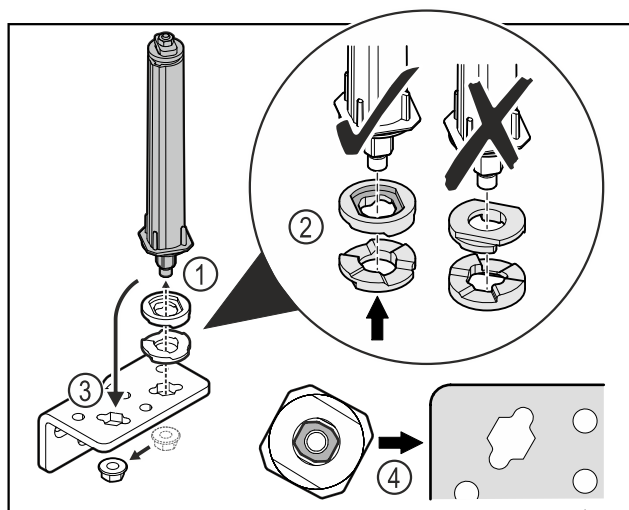

Fig. 33
- Povolte matici a odstraňte uzavírací systém dvířek Fig. 33 (1).
- Dbejte na správné vyrovnaní výškově stavitelných podložek Fig. 33 (2).
- Přesaďte uzavírací systém dvířek v úhelníku závěsu a upevněte jej maticí Fig. 33 (3).
- Při nasazování dbejte na správné vyrovnaní uzavíracího systému dvířek Fig. 33 (4).